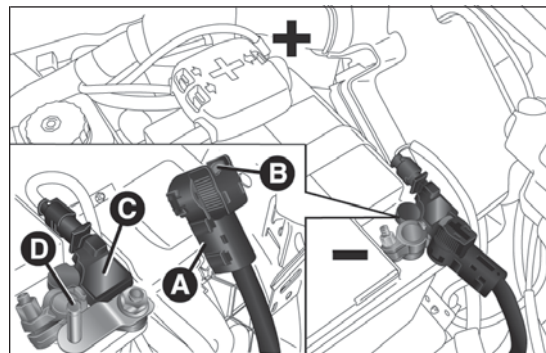

fig. 206
- ☐ desconectar el conector A fig. 206 (mediante la acción del botón B) del sensor C de control del estado de la batería (instalado en el polo negativo D de la misma batería);
- ☐ volver a conectar el conector A fig. 206 al sensor C de la batería.